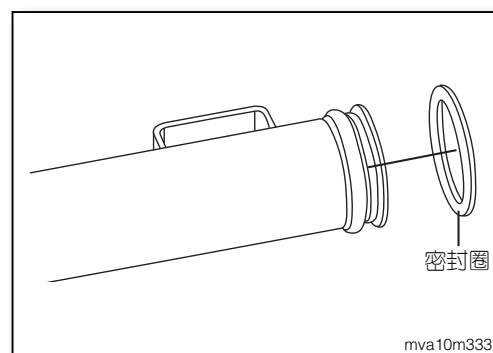

图4
- 在密封圈上沾附冷却液或肥皂水(不可沾机油)后安装至冷却液管上(如图4)。